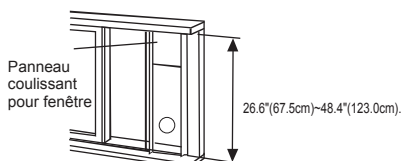

Fig. 13
2. Installation du panneau coulissant sur le rebord de la fenêtre : ajustez la longueur du panneau coulissant avec la largeur de la fenêtre. Coupez-le si la largeur de la fenêtre est inférieure à 26.6 po. Ouvrez le châssis et placez le panneau coulissant sur le rebord de la fenêtre. Fig. 13.